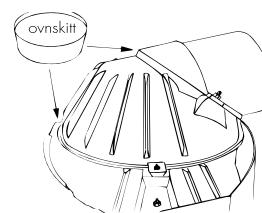
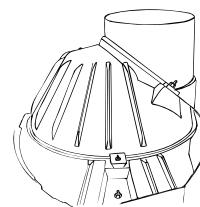
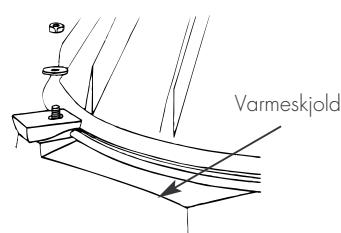

Fig. 2 Horisontalt røykuttak
Fig. 3 Vertikalt røykuttak
Fig. 7 Låsing av røykklokke
Peisen leveres med røykussen umontert. Etter ønske kan denne monteres for horisontalt (10° stigning) (se fig. 2) eller vertikalt røykuttak (se fig. 3).
Husk ovnskitt ved monteringen! (Se fig. 2.) (2 stk. skruer M 6x30 - 2 stk. muttere M 6 - 2 stk. skiver M Ø 6x Ø 25 og 2 stk. skiver M Ø 6x Ø 12.)
5. Når det er tatt hull i skorsteinen, settes røykklokken på plass. Husk ovnskitt i alle sammenføyninger (se fig. 2 og 3). Etter å ha dreid denne i riktig stilling for røyrinnføringen, låses den med festebrakettene (fig. 7). (2 stk. skruer M 6x25, 2 stk. skiver M Ø 6x Ø 25, 2 stk. skiver M Ø 6x Ø 12 og 2 stk muttere M 6.)